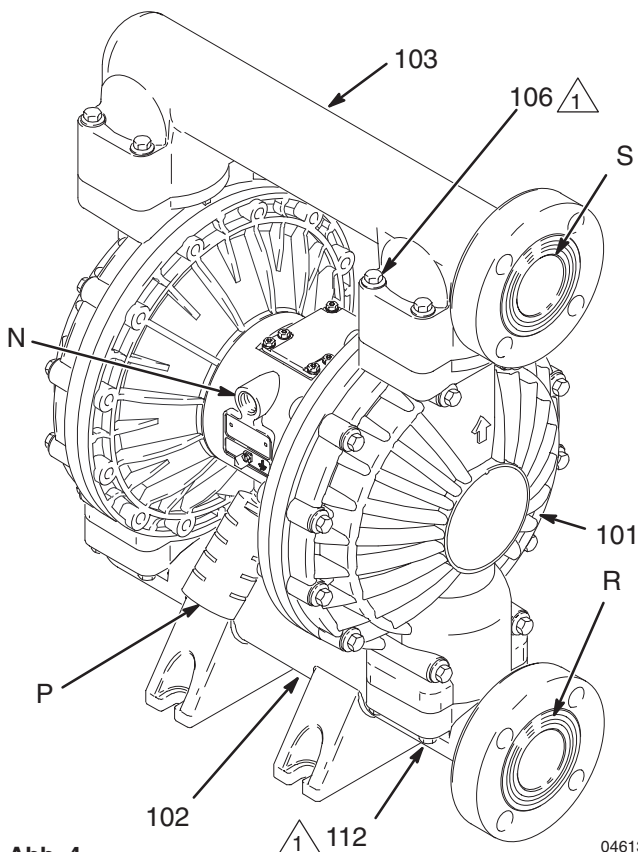

Abb. 4
Bei Lieferung der Pumpe zeigen Materialeinlaß (R) und -auslaß (S) in die gleiche Richtung. Siehe Abb. 4. Zur Veränderung der Ausrichtung von Einlaß und/oder Auslaß:
1. Die Schrauben (106 und 112) lösen, mit denen das Einlaßrohr (102) und/oder Auslaßrohr (103) am Pumpengehäuse (101) befestigt ist.